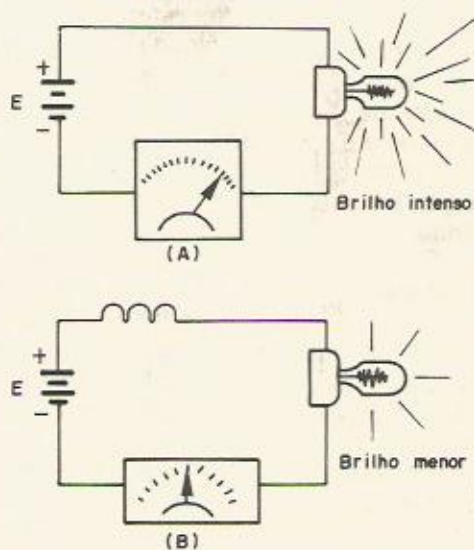

FIGURA 1
Na **figura 1 (a)** ilustramos um circuito que contém uma lâmpada, um medidor e uma fonte de tensão contínua (CC). Nota-se que a lâmpada brilha intensamente.
Na figura 1 (b) uma bobina é ligada em série com o circuito. Devido o efeito de indutância (resistência interna da bobina), haverá uma ligeira diminuição no brilho da lâmpada.